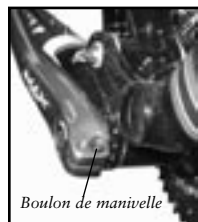

Figure 3.17 - Boulons de manivelle à pincement
- Boulons à pincement double sur chaque bras (figure 3.17) : 10-15 Nm (88-132 lb•po)